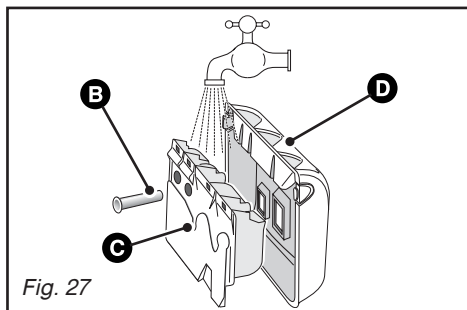

Fig. 27
- retirez le siphon **B** situé à l'arrière de la boîte **C** et séparez cette dernière de son enjoliveur avant (*Fig. 27*)